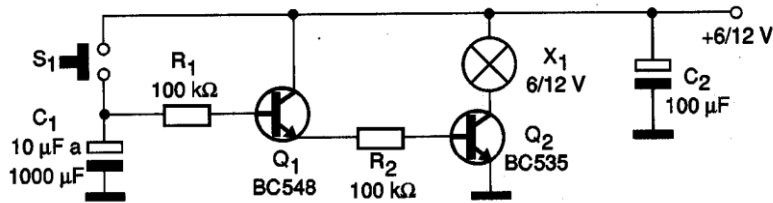

Figura 20: Luz temporizada para automóveis.
1) O circuito da Figura 20 é uma luz temporizada para o interior do automóvel e foi copiado de uma revista. O interruptor S_1 está instalado na porta do veículo e é ligado quando se abre a porta. Com isso o capacitor C_1 carrega-se e portanto o transistor Q_1 é polarizado; através do resistor R_2 o transistor Q_2 é saturado e a lâmpada interna do veículo X_1 acende. Ao se fechar a porta o interruptor S_1 é aberto e a carga do capacitor C_1 escoar-se lentamente através de R_1 e da base de Q_1 , mantendo assim tanto Q_1 como Q_2 em condução por alguns segundos. Ou seja, mesmo após fechar-se a porta do carro a luz interna se mantém acesa por algum tempo. No final da temporização a lâmpada não se apaga repentinamente, mas sim vagarosamente com uma redução de brilho até zero.